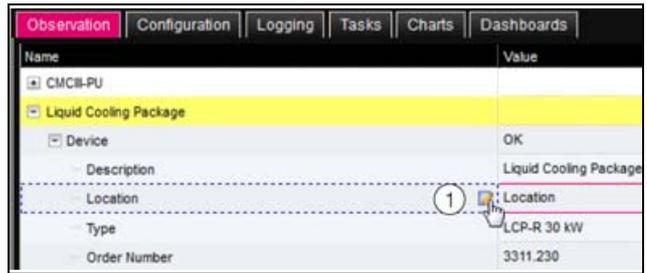

Imagen 77: Parámetro editable con el símbolo «Edit»
En la lista de la pestaña **Observation** se muestran diferentes parámetros de los componentes seleccionados. Estos parámetros pueden ser ajustados en parte por el usuario, la otra parte se compone de valores fijos. Todos los parámetros que pueden ser modificados van acompañados del símbolo «Edit» representado por una nota de papel con un lápiz, que aparece al situar el puntero del ratón sobre el parámetro (imagen 77, pos. 1).